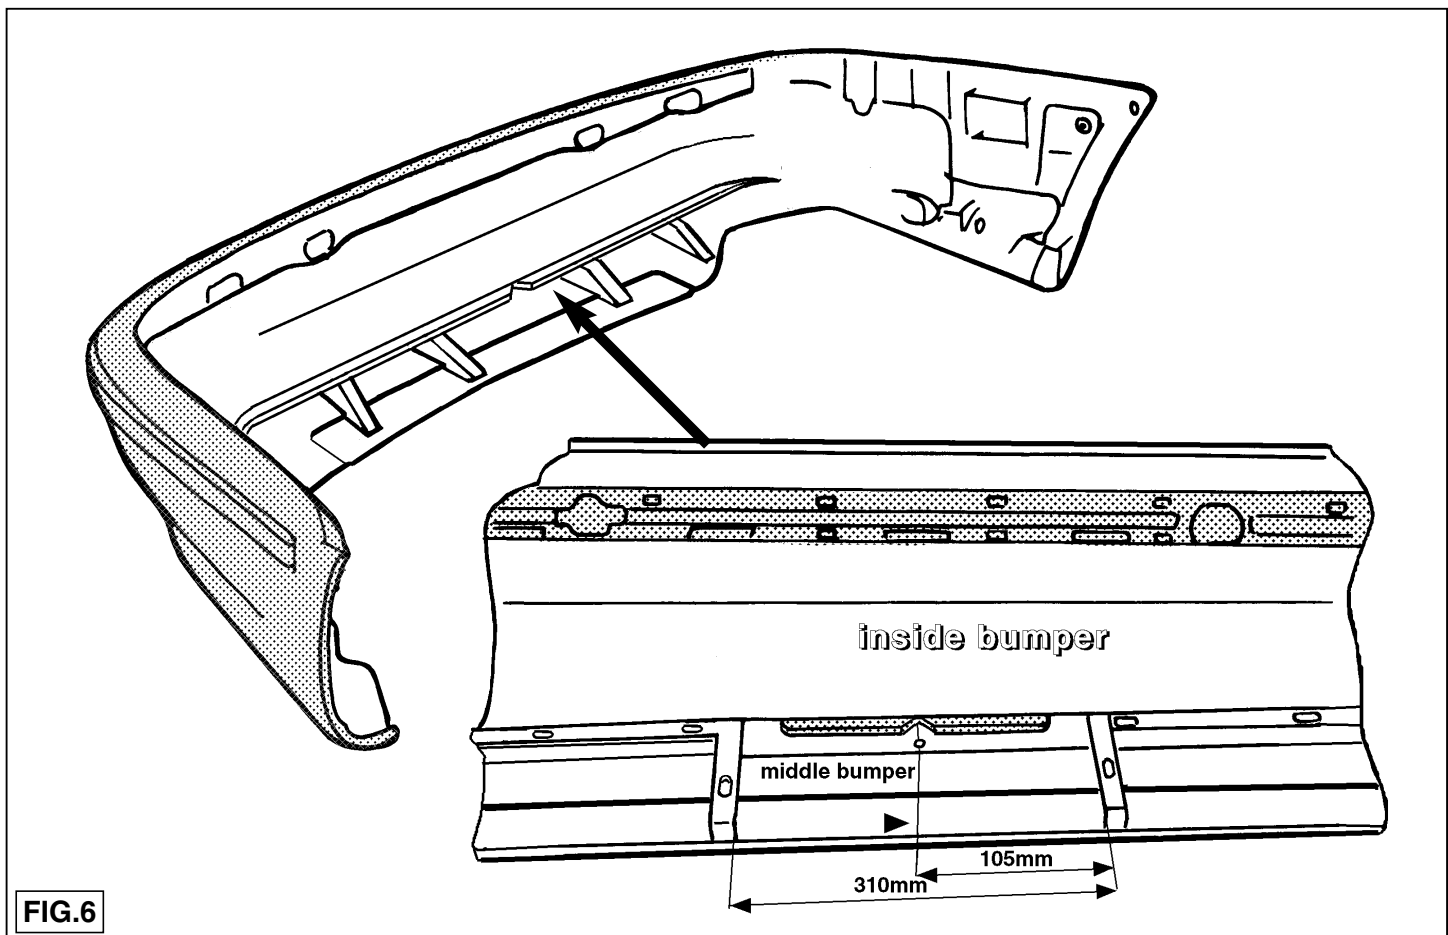

FIG.6
2. Knip overeenkomstig fig.6 t/m fig.6a een deel uit de verstevigingsril aan de binnenzijde van de bumper. Knip de template uit en plaats deze overeenkomstig fig.6b aan de binnenzijde van de bumper en zaag het aangegeven deel fig.6c uit. **Let op! beschadig tijdens het boren de bumper niet.** Breng de pakkingen overeenkomstig fig.7 t.p.v. het linker en rechter chassis op de achterwand aan. Plaats de steunen A overeenkomstig fig.7a en 7b in het linker en rechter chassis. Plaats aan de kofferbakzijde steuntje D overeenkomstig fig.8 en bevestig t.p.v. de punten C vier bouten M10x35 inclusief sluit-, veerringen en moeren handvast.
2. Cut a part out of the reinforcing ridge on the inside of the bumper as in figs. 6 to 6a. Cut out the template and place it on the inside of the bumper as shown in fig. 6b and cut out the part shown in fig. 6c. **BE CARE-FULL not to damage the bumper while drilling.** Place the padding onto the rear wall at the left and right sides of the chassis as shown in figs. 7a and 7b. Place bracket D on the trunk side as in fig. 8 and fasten at points C four M10x35 bolts with flat and spring washers and nuts to finger tightness.
2. Gemäß Fig. 6 bis 6a ein Stück aus der Versteifungsrille an der Innenseite der Stoßstange herausschneiden. Die Schablone ausschneiden, gemäß Fig. 6b an der Innenseite der Stoßstange anlegen und das in Fig. 6c angegebene Stück heraussägen. **Achtung! Beim Bohren die Stoßstange nicht beschädigen.** Gemäß Fig. 7 die Dichtungen am linken und rechten Fahrgestell an der Rückwand anbringen. Die Halterungen A gemäß Fig. 7a und 7b ins linke und rechte Fahrgestell plazieren. An der Kofferraumseite Halterung D gemäß Fig. 2 anlegen und bei den Punkten C vier M10x35-Schrauben inklusive Unterlegscheiben, Federringen und Muttern halbfest anbringen.
2. Couper une partie de la rainure de renfort située à l'intérieur du pare-chocs, conformément aux fig.6 et 6a. Découper le modèle et le placer conformément à la fig.6b à l'intérieur du pare-chocs puis découper la partie indiquée conformément à la fig.6c. **Attention à ne pas endommager le pare-chocs en perçant.** Monter les garnitures sur la paroi arrière, à l'emplacement des châssis gauche et droit, conformément à la fig.7.
2. Klipp ut en del ur förstärkningsrännan på stötfångarens insida enligt fig. 6 t o m 6a. Klipp ut fasonmallen och placera den på stötfångarens insida enligt fig. 6b. Såga ut den i fig. 6c markerade delen. **OBS! Skada inte stötfångaren vid borrhålet.** Anbringa enligt fig.7 packningarna på bakväggen vid chassits vänstra och högra del. Placera stöden A enligt fig. 7a och 7b i det vänstra och högra chassit. Placera stöd D på bagageutrymmets sida "enligt fig. 2" och fäst fyra skruvar M10x35 inklusive planbrickor, fjäderbrickor och muttrar på punkterna C. Sätt fast skruvarna för hand.
2. Klip ifølge fig. 6 t/m fig. 6a et stykke ud af forstærkningsprofilen på indersiden af kofangeren. Klip templet ud og anbring denne ifølge fig. 6b på indersiden af kofangeren og sav den markerede del fig. 6c ud. **NB! Pas på ikke at beskadige kofangeren, når der børes.** Anbring - ifølge fig. 7 - pakningerne på bagvæggen ved det venstre og højre chassis.
- Recortar de acuerdo con las fig. 6 a 6a una parte de la costilla de refuerzo en el interior del parachoques. Recortar la plantilla y colocarla en el interior del parachoques de acuerdo con la fig. 6b y serrar la parte indicada en la fig. 6c. **¡Atención! Al taladrar no dañar el parachoques.** Montar las juntas de acuerdo con la fig. 7 a la altura del chasis izquierdo y derecho en la pared trasera.